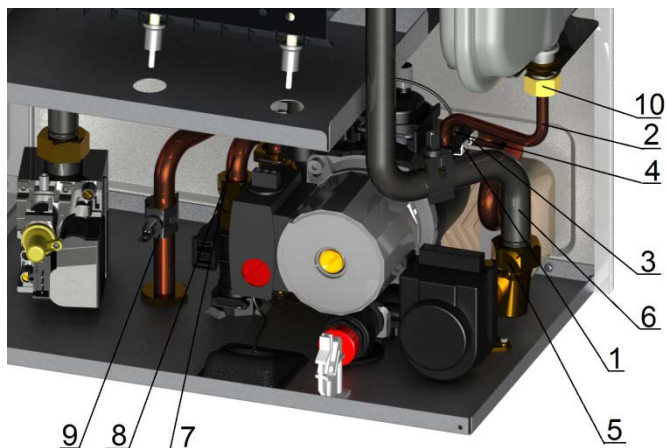
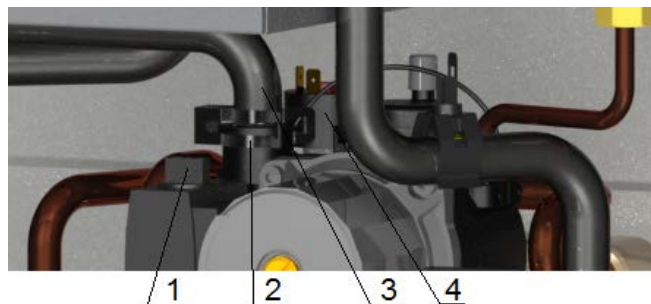

Рис. 15 Демонтаж гидрогруппы
Рис. 16 Демонтаж трубы входа КО
- отсоединить трубку бака (2), вытащив скобу крепления (1) и ключом на 22 отвернув гайку (10), см. рисунок 15;
- отсоединить штуцер манометра (4), вытащив скобу крепления штуцера (3) из корпуса насоса;
- отвернуть гайку (5) и отвести в сторону трубу выхода КО (6);
- отвернуть гайку (8) и отвести в сторону трубу (7);
- снять с трубы датчик температуры контура ГВС (9);
- отсоединить кабельную колодку от разъема насоса (1), см. рисунок 16;
- снять клипсу (2) крепления трубы входа КО (3) с патрубка насоса и вытащить трубу вверх;
- отсоединить провода от клемм датчика давления (4);